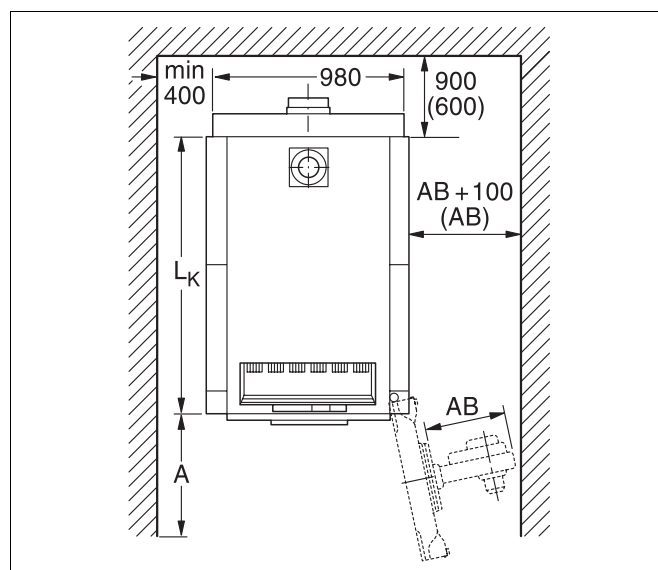

Fig. 6 Încăperea centralei termice cu cazan (dimensiuni în mm)
- Respectați distanțele recomandate până la pereții camerei centralei termice pentru deschiderea ușii arzătorului, pentru montajul cazanului și pentru curățare și întreținere (vezi fig. 6 și tabelul de mai jos).
În cazul distanței A mai mică decât cea recomandată (fig. 6) nu este posibilă efectuarea curățării cu setul de dispozitive de curățare din ofertă. Ca alternativă recomandăm utilizarea de dispozitive de curățare mai scurte, atașabile (lungime cca. 1 m) sau efectuarea curățării umede.
- La realizarea fundației se va avea în vedere spre care parte se deschide ușa arzătorului (deschidere spre stânga-dreapta a ușii arzătorului, fig. 6, pagina 15).